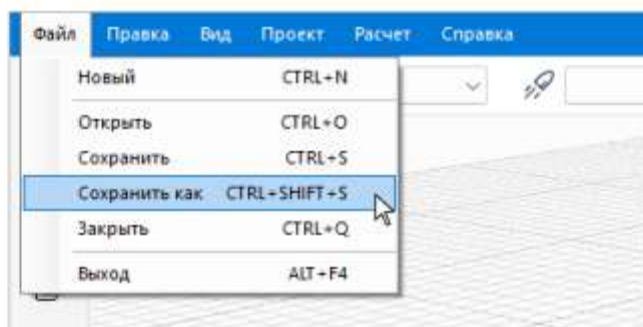

Рисунок 4.4.2 – Сохранение проекта как
- выполнив команду ***Файл → Сохранить как*** (см. Рис. 4.4.2);